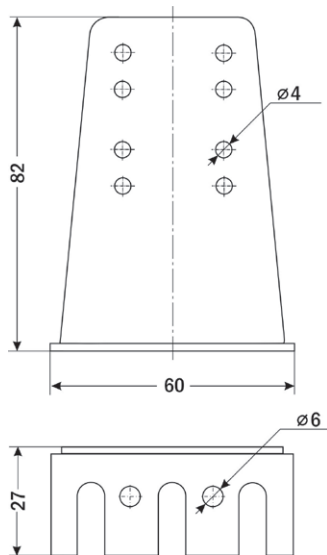

Рис. 5. Кронштейн для настенного крепления
- б. Присоединение прибора к трубопроводу можно осуществлять как напрямую (резьба штуцера $\frac{1}{4}$ "), так и с помощью импульсной трубки (в этом случае рекомендуется использовать входящий в комплект поставки кронштейн для настенного крепления, рис. 5).